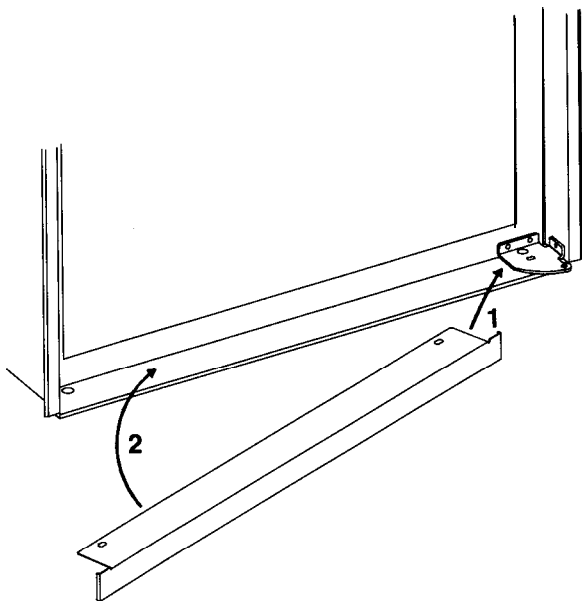

FIG. 3
1. Montera sockelfronten genom att skjuta in den under den nedre gangleden, se fig. 3. **Gångleden** kan vara placerad **på vänster** eller **höger** sida beroende på dörröppningen.